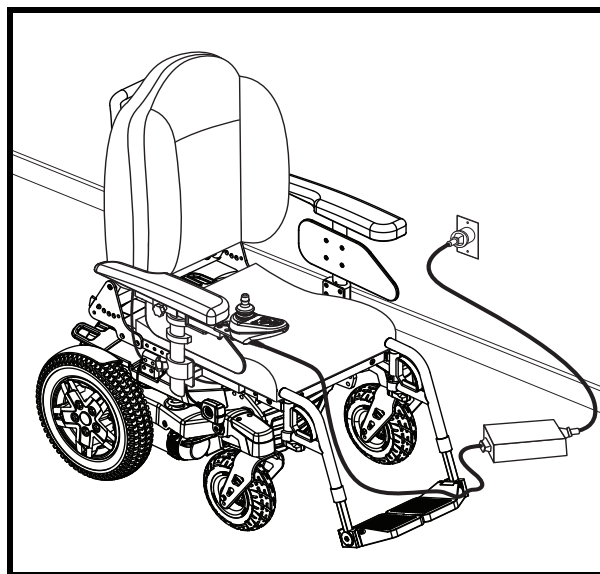

Abb. 22. Aufladen der Batterien
3. Verbinden Sie das externe Ladegerät mit dem Anschluss für externe Ladegeräte/Programmierung der Steuerung. **Siehe Abb. 22.**